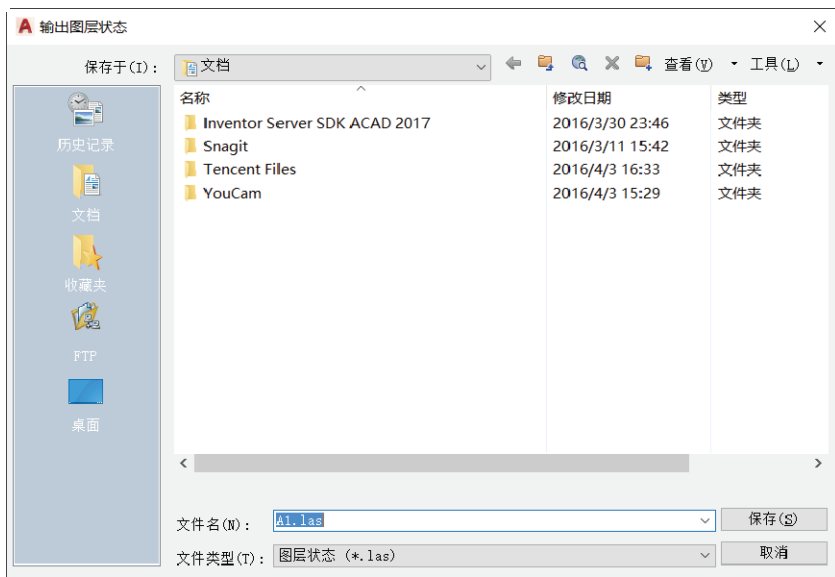

图 6-31 “输出图层状态”对话框
- (8) “输出”按钮：单击该按钮，打开图 6-31 所示的“输出图层状态”对话框，从中可以将选定的图层状态保存到图层状态（LAS）文件中。